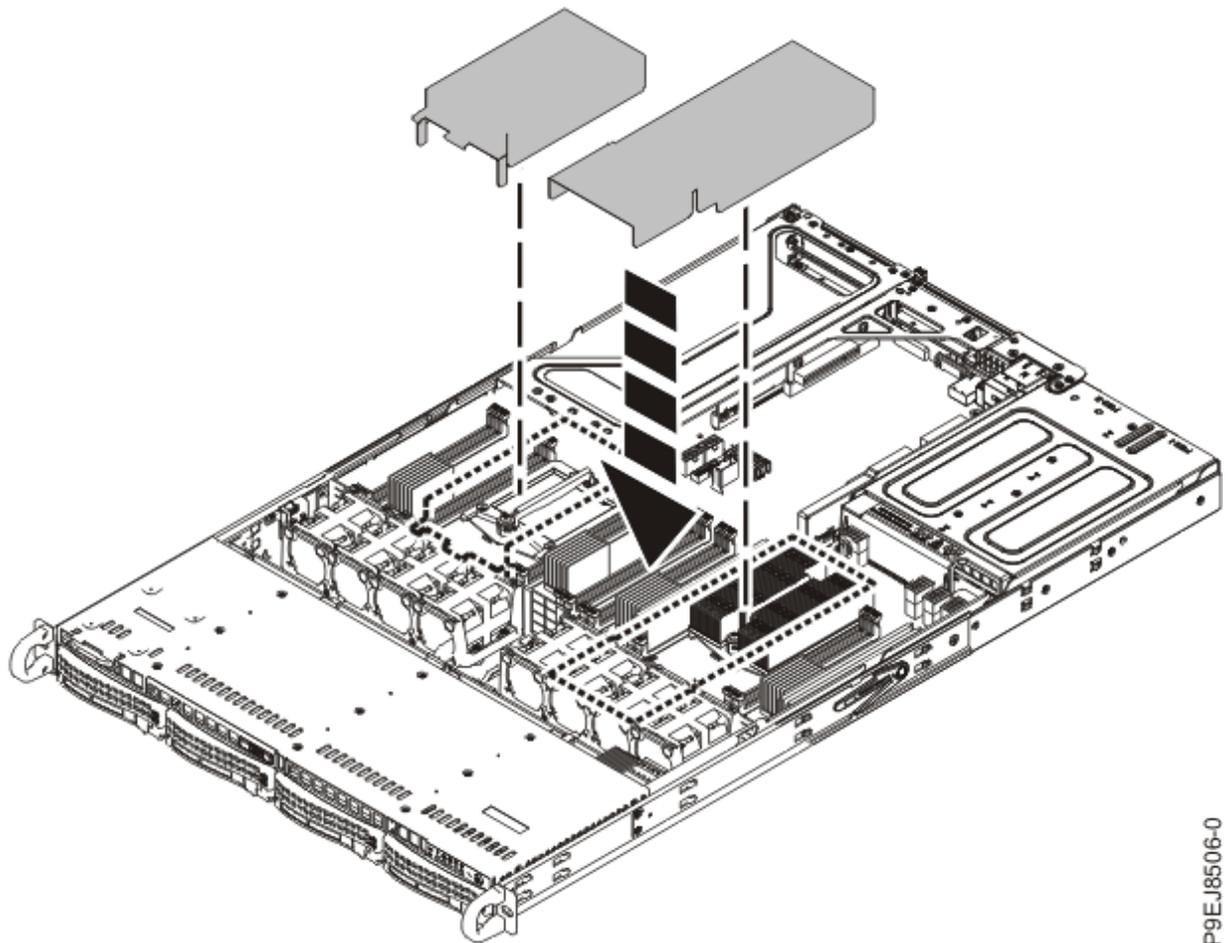

図 18: システム・プロセッサのエア・バッフルの取り付け
5. システム・プロセッサのエア・バッフルを取り付けます (22 ページの図 18 を参照)。